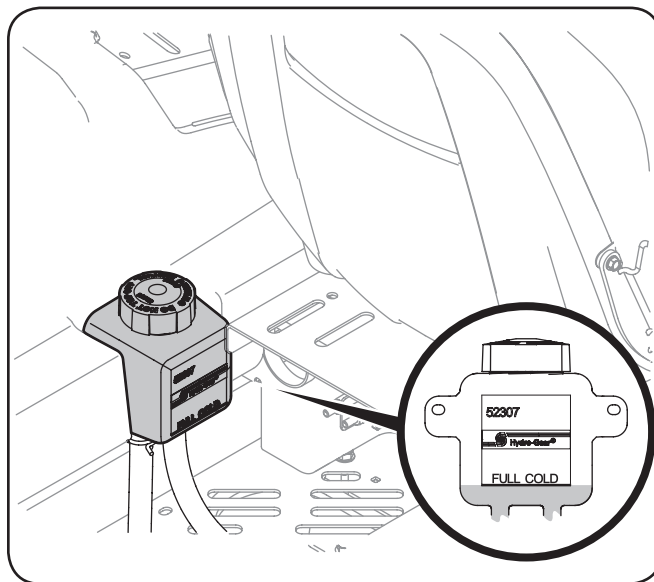

Figure 6-5
1. Basculez le siège du conducteur vers l'avant et nettoyez le bouchon du réservoir et la zone autour du bouchon afin que les débris ne contaminent pas l'huile. Voir Figure 6-5.
2. Tournez le bouchon dans le sens anti-horaire pour le retirer, puis vérifiez le niveau d'huile. Il doit y avoir de l'huile au fond de la cuvette, cependant le niveau d'huile NE doit PAS dépasser la marque PLEIN FROID (FULL COLD). Voir Figure 6-5. NE REMPLISSEZ PAS CE RÉSERVOIR.